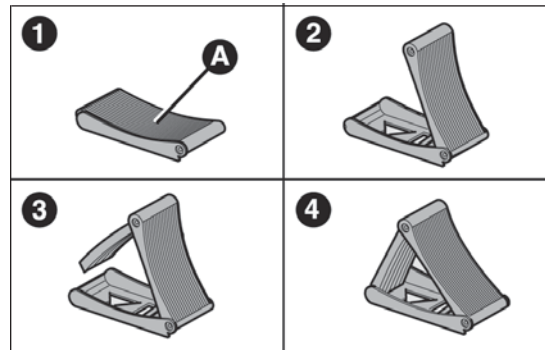

fig. 158
- ❑ extraer la cuña de bloqueo A de la bolsa de herramientas y abrirla en forma de libro de acuerdo con el esquema fig. 158;